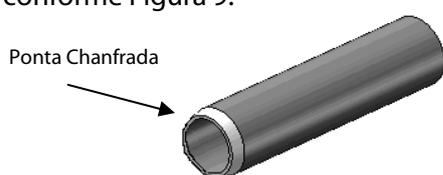

Figura 9
Passo 4 – Prepare a ponta do tubo Amanco Ramalfort utilizando um equipamento de corte e chanfro, conforme Figura 9.